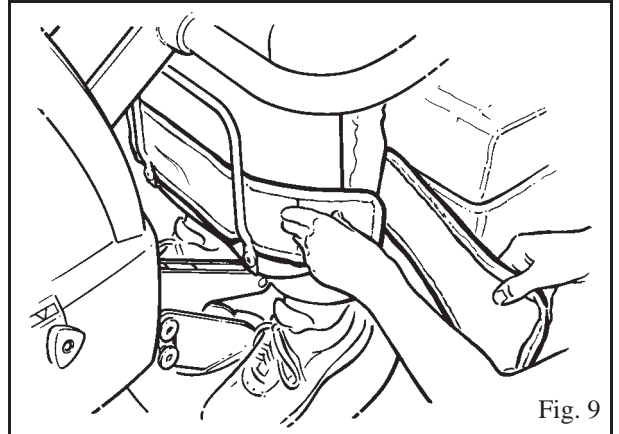

Fig. 9
3. Páselas por encima y junte las correas de piernas inferiores para unir el gancho y la correa autoadherente (véase la fig. 9).